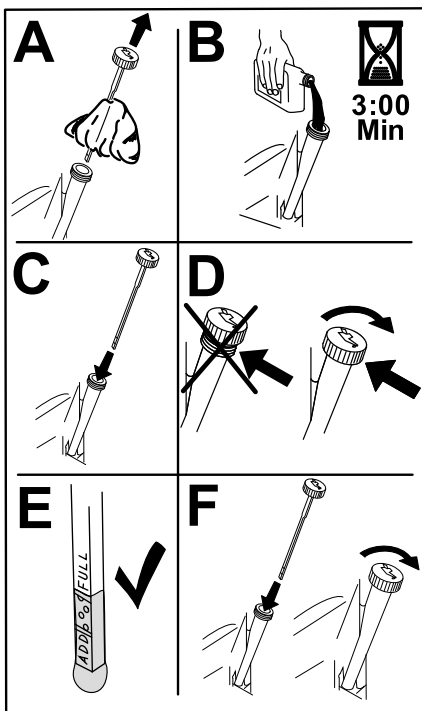

Figura 38
5. Vierta lentamente un 80 % aproximadamente del aceite especificado por el tubo de llenado, luego añada lentamente el resto del aceite hasta que llegue a la marca de **Lleno** (**Figura 38**).
3. Llene el cárter con el tipo correcto de aceite nuevo (Figura 38).